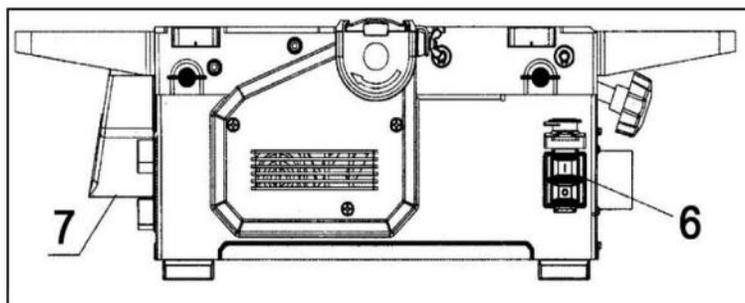

Рис. 15
3. Нажмите на выключателе (6) (рис. 15) кнопку «I».